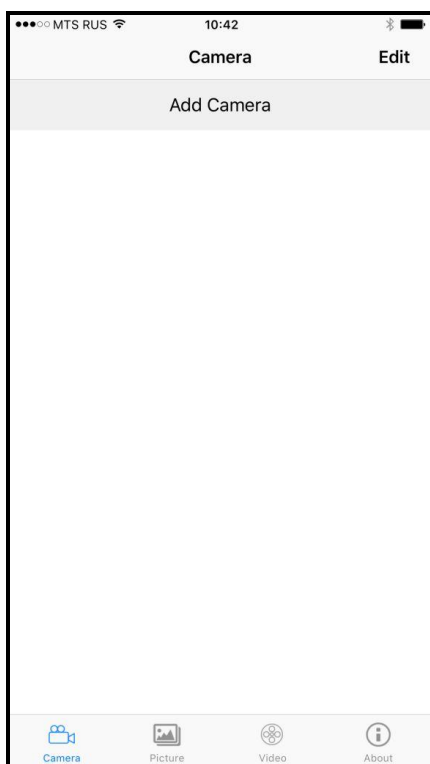

Рис. 40. Начальное окно подключения камеры
На работе может быть установлена любая камера, если ее крепление позволяет это сделать и если она питается от источника напряжения 5 В, 1А через штекер диаметром 3,5 мм (рис. 40). Ниже описывается процесс подключения камеры, которая поставляется с роботом по умолчанию.
На работе может быть установлена любая камера, если ее крепление позволяет это сделать и если она питается от источника напряжения 5 В, 1А через штекер диаметром 3,5 мм (рис. 40). Ниже описывается процесс подключения камеры, входящей в состав робота по умолчанию.
Откройте приложение CamHi и в окне с названием "Camera" (рис. 40) нажмите на кнопку "Add Camera". В появившемся окне (рис. 41) введите имя камеры (в нашем примере это "Camera"), имя пользователя User Name (admin) и пароль Password (admin). Пароль и логин на этом этапе нельзя вводить иные, но в дальнейшем их надо будет поменять, чтобы никто другой, кто мог бы без вашего ведома подсоединился к камере, не смог просматривать изображение.
**На работе может быть установлена любая камера, если ее крепление позволяет это сделать и если она питается от источника напряжения 5 В, 1А через штекер диаметром 3,5 мм (рис. 40). Ниже описывается процесс подключения камеры, входящей в состав робота по умолчанию.**